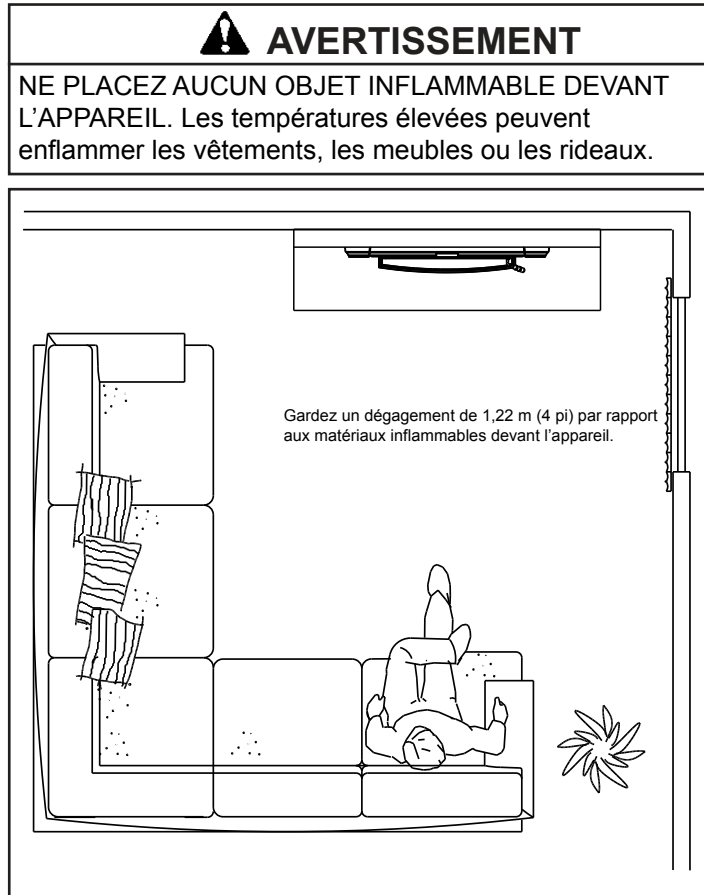

Figure 14.1
- Ne placez AUCUN objet inflammable à moins de 1,2 m (4 pi) devant l'appareil. Voir la **figure 14.1**.